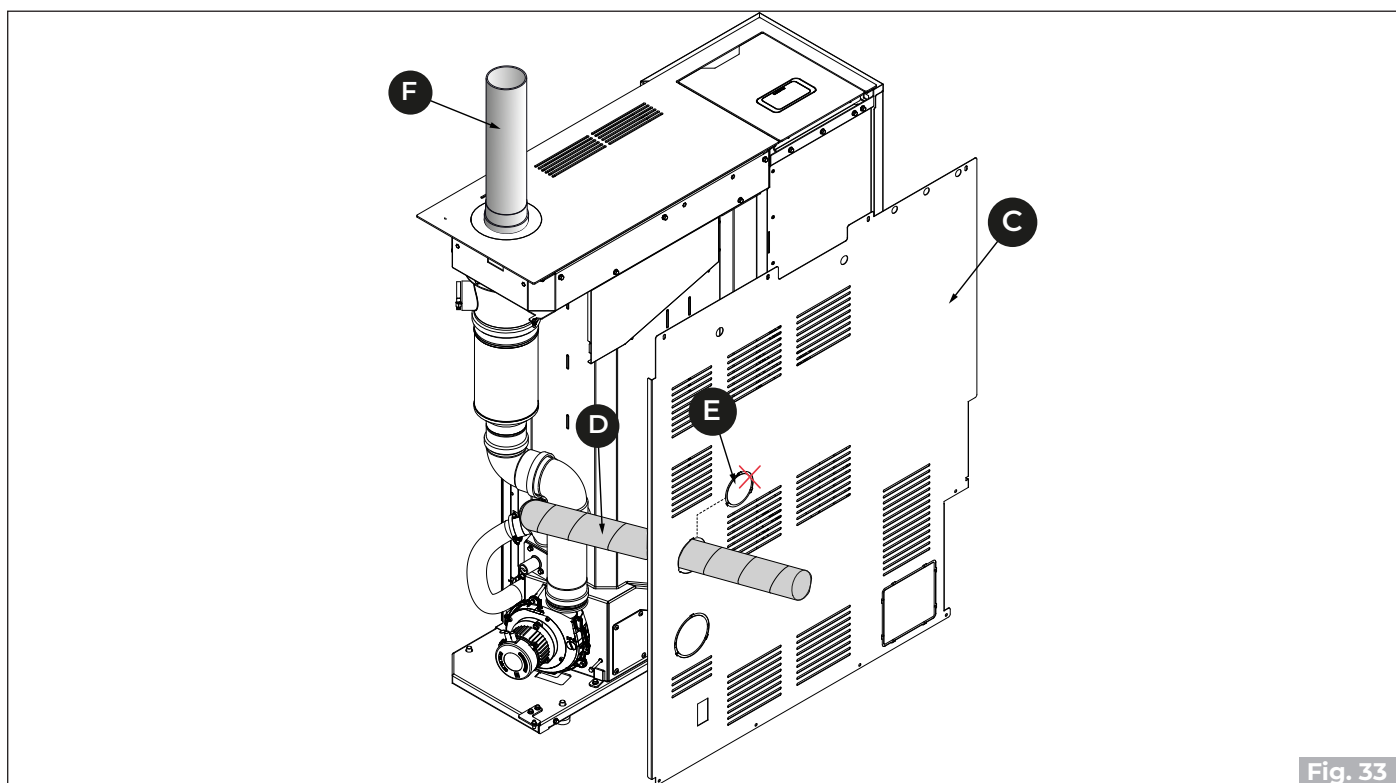

Fig. 33
- Togliere il pretranciato (E) sullo schienale (C) e far passare il tubo flessibile (D) per collegarlo ad una presa d'aria esterna
- Rimontare lo schienale (C) e i laterali, procedendo come descritto nel libretto prodotto
- Collegare il tubo uscita fumi (F) ("Fig. 33")